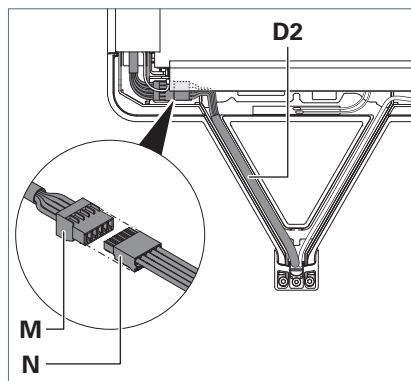

Fig. 7: Brancher le câble d'alimentation.
- Retirez le connecteur mâle **M** du compartiment situé sous le corps de refroidissement, voir Fig. 7.